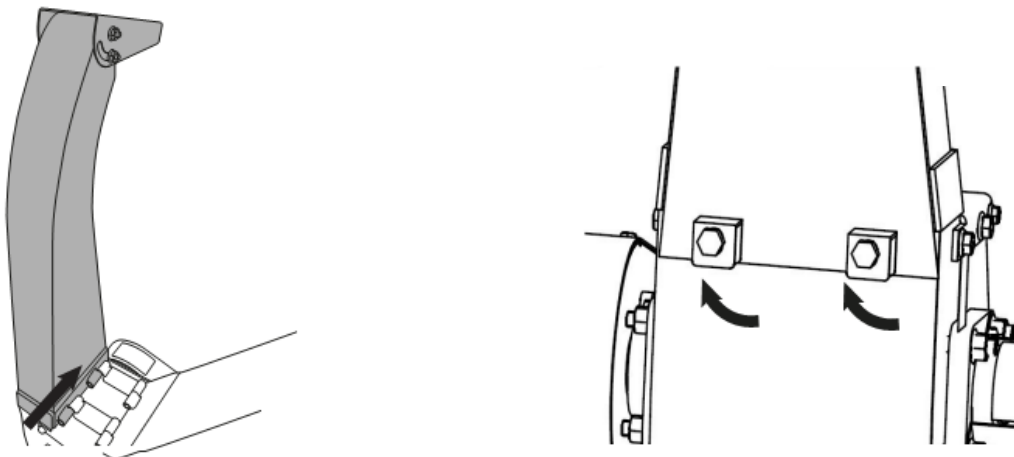

Fig.5
6.4. Montare il canale di uscita (Fig. 5):